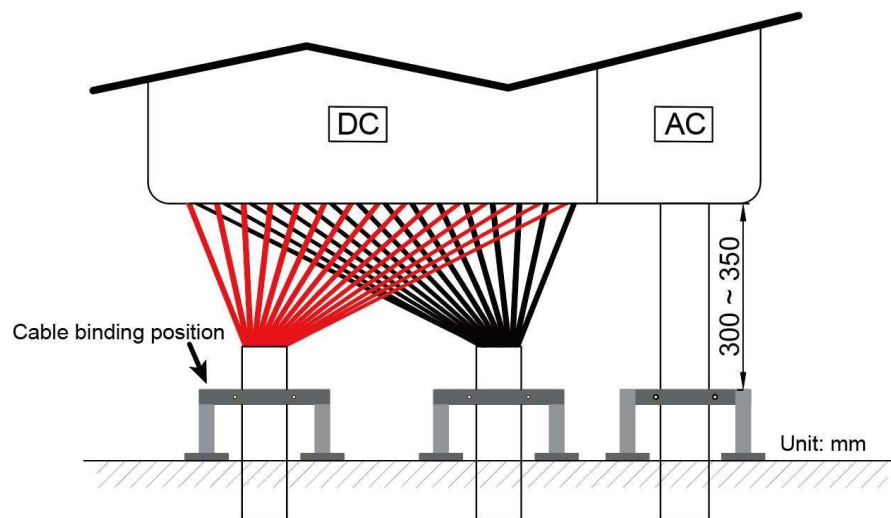

Fig. 4-20 Atar los cables
- Ate los cables a una distancia de entre 300 y 350 mm de los conectores de CC y las placas de sellado de CA (consulte la Fig. 4-20). De lo contrario, el movimiento de los cables podría aflojar los conectores o las placas de sellado, lo que podría afectar al grado de protección del inversor.